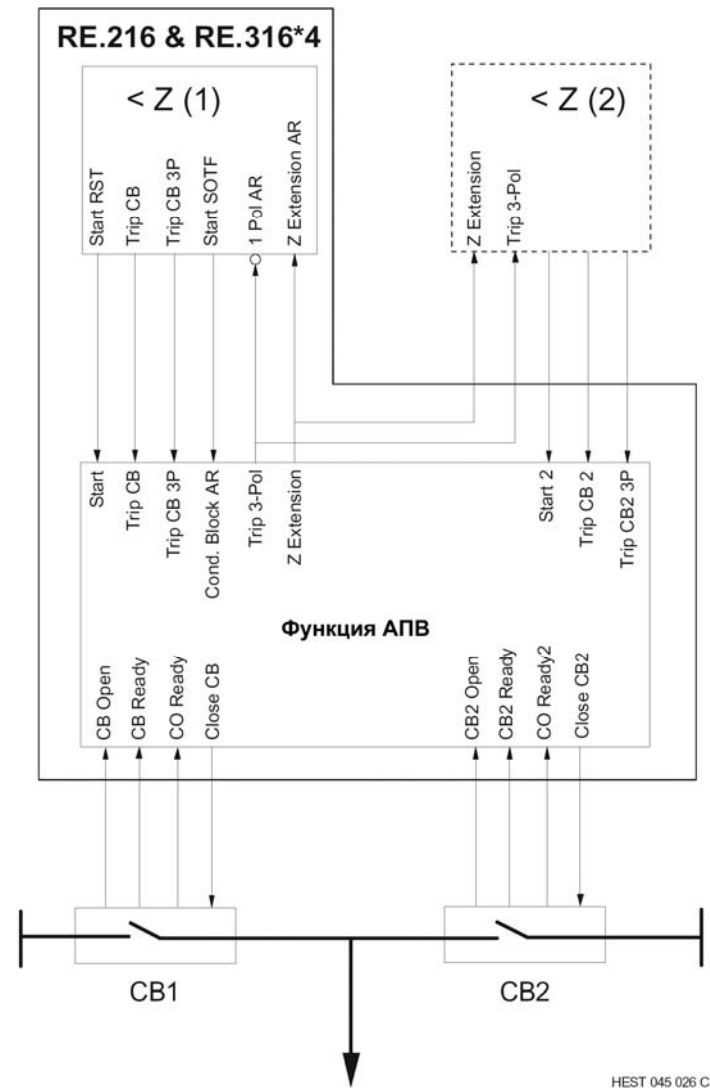

Рисунок 3.16. Дуплексная схема (< Z может быть резервным)
Имеется также дуплексная логика для линии с двумя выключателями (см. Рисунок 3.16).
*) 2 обозначает входы/выходы выключателя CB2 в дуплексной схеме (см. Рисунок 3.16).